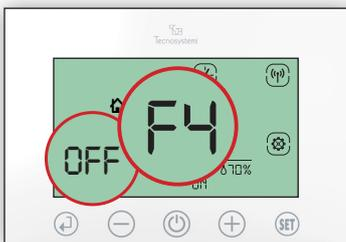

Fig.31
- 4.1 Verificare il lampeggio di OFF e fascia F4: premere il tasto (+) per impostare ON e confermare con (↵). (Fig.31)